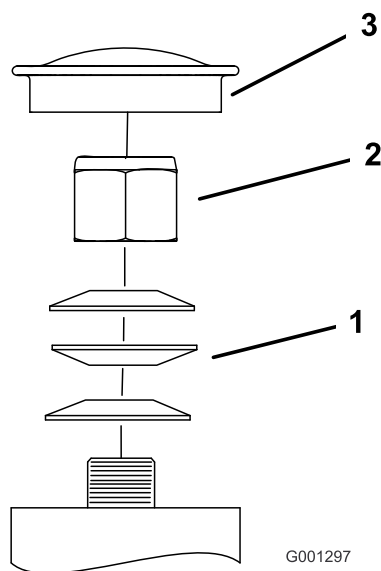

Figure 55
3. Retirez le capuchon antipoussière de la roue pivotante et serrez le contre-écrou (Figure 55).
4. Continuez de le serrer jusqu'à ce que les rondelles élastiques soient aplaties, puis desserrez-le de 1/4 de tour pour obtenir la précharge correcte des roulements (Figure 55).
Important: Veillez à placer les rondelles comme illustré (Figure 55).
5. Remettez le capuchon antipoussière en place (Figure 55).